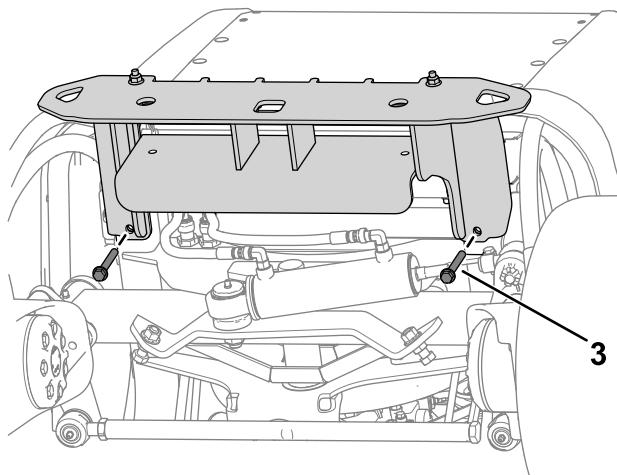

Рисунок 14
2. С помощью 4 болтов (3/8 x 3 1/4 дюйма) и 4 гаек (3/8 дюйма) прикрепите верхнюю часть бампера к раме машины (Рисунок 14).
3. С помощью двух болтов (3/8 x 2 3/4 дюйма) и двух гаек (3/8 дюйма) прикрепите бампер под рамой машины (Рисунок 14).